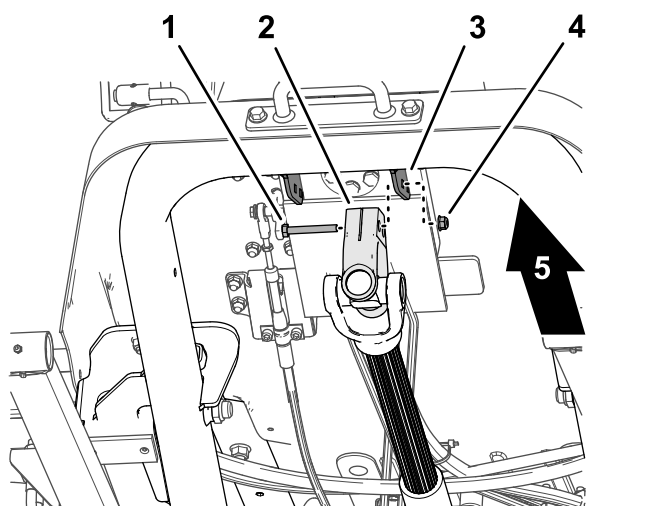

Рисунок 15
1. Удерживая ведущий вал, отверните колпачковый винт и контргайку, которые крепят вилку ведущего вала к монтажной кронштейну клапана рулевого управления (Рисунок 15), и осторожно опустите ведущий вал.